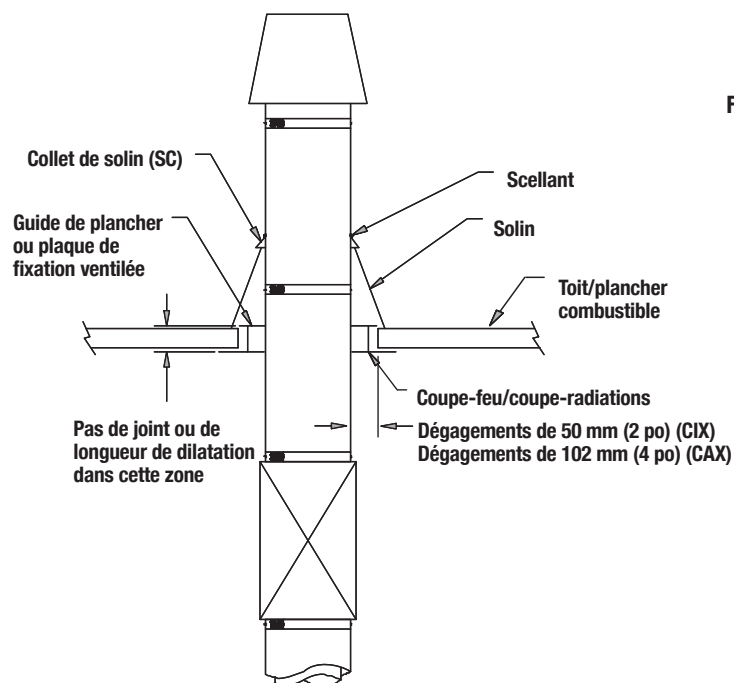

Figure 36 - Traversée de plancher/toit
1. La traversée de plancher/toit comprend un coupe-feu/coupe-radiations (FS), un solin (F) avec un collet de solin (SC) et un guide de plancher (FG) ou plaque de fixation ventilée (APV) (voir **Figure 36** - Traversée de plancher/toit).